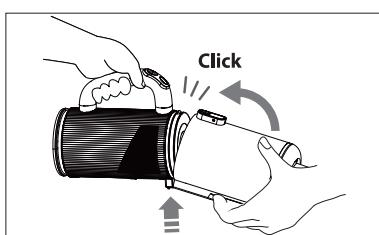

Fig. 22 – Colocación del depósito para el polvo
- ▶ Empuje con cuidado el depósito de polvo hacia arriba hasta que encaje de forma audible (**véase Fig. 22**).